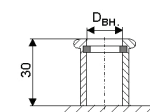

Рис. 8.6. Окончание вакуумной, канализационной магистралей
Вакуумная магистраль в зависимости от вакуумного агрегата и количества стоматологических установок должна быть выполнена из труб $D = 32$ (40, 50) мм, заканчивающихся муфтой с $D_{вн.} = 32$ (40) мм, (см. рис. 8.6 и инструкцию на соответствующий вакуумный агрегат).
Канализационная магистраль должна быть выполнена из труб $D=40$ (50) мм, заканчивающихся муфтой с $D_{вн.}=40$ (50) мм (см. рис. 8.6).